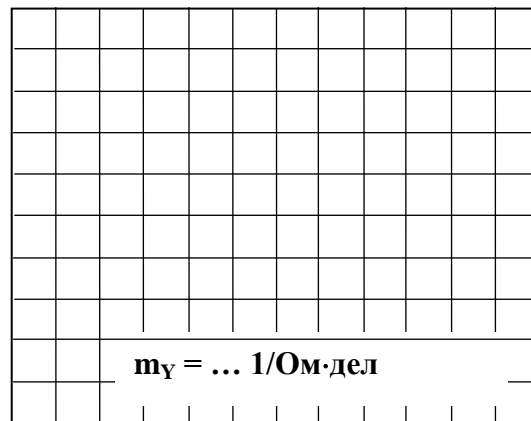

Рисунок 9
1.1. Соберите цепь согласно схеме (рис. 9), подсоедините регулируемый источник синусоидального напряжения и установите его параметры: $U=5$ В, $f=200$ Гц. В качестве индуктивности с малым активным сопротивлением используйте катушку трансформатора 300 витков, вставив между подковами разъемного сердечника полоски бумаги в один слой (немагнитный зазор).